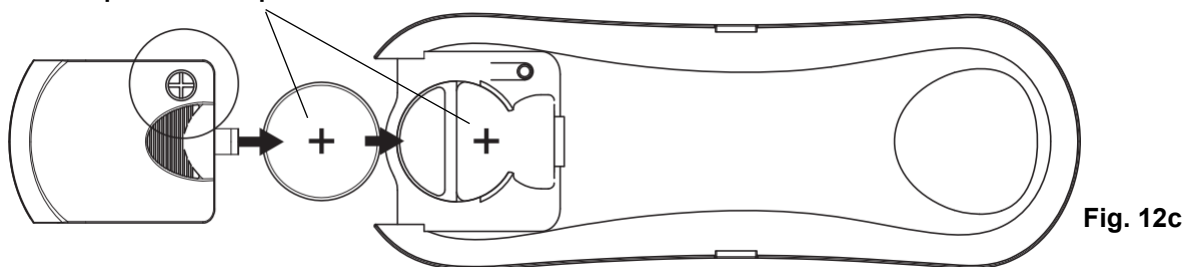

Fig. 12c
3. Installez une pile 3 V CR2032 CC neuve dans le compartiment. Veuillez vous assurer que la polarité de la pile est correcte. (Fig. 12c)